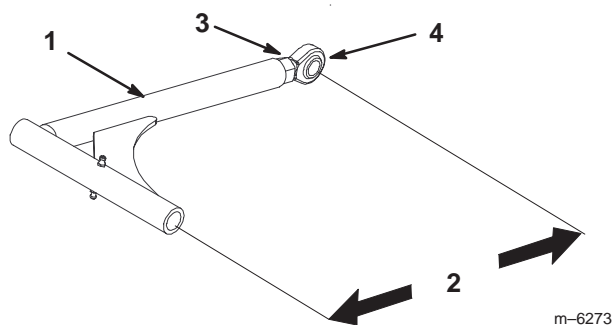

Figure 70
9. Si la poulie de renvoi fixe touche l'extrémité de la fente de réglage et si la courroie a besoin d'être tendue davantage, il est possible de modifier légèrement la longueur des bras de poussée (Fig. 70).